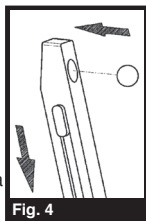

Fig. 4
- À l'aide de votre autre main, chargez jusqu'à 15 projectiles dans le port de chargement du chargeur (**Fig. 4**).